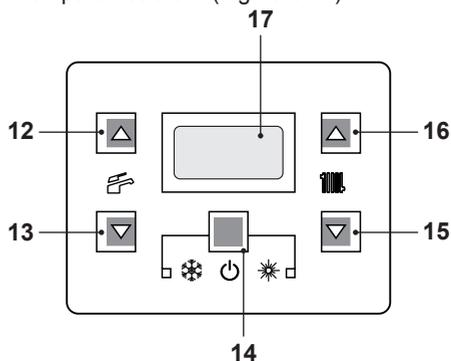
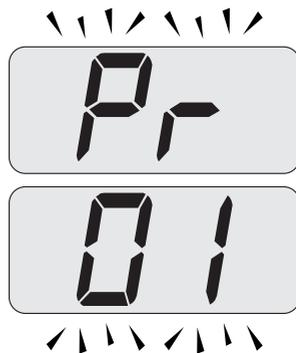
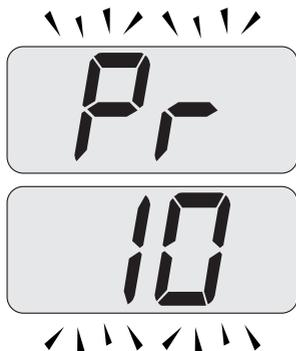

Figura 5.46
Figura 5.47
Figura 5.48
- Entrare in "modalità programmazione" premendo contemporaneamente per 10 secondi i tasti 14 - 15 - 16 (Figura 5.46) fino a far apparire sul display LCD le lettere **Pr** che si alternano con il codice **01**, indicanti l'entrata nel "parametro 01" (Figura 5.47).
o 16 fino a far apparire sul display LCD le lettere **Pr** che si alternano con il codice **10**, indicando l'entrata nel "parametro 10" (Figura 5.48).
- Premere contemporaneamente i tasti 14 e 16 (Figura 5.46) fino a far apparire sul display LCD il valore del parametro 10 (30=180 secondi) (Figura 5.49).
- Premendo il tasto 14 (Figura 5.46) si ottiene la conferma del valore inserito.
- Premendo contemporaneamente i tasti 14 e 15 (Figura 5.46) si esce senza modificare il valore (ritorno alla lista parametri Figura 5.48)
- Premendo contemporaneamente per 10 secondi i tasti 14 - 15 - 16 (Figura 5.46) si esce dalla "modalità programmazione".